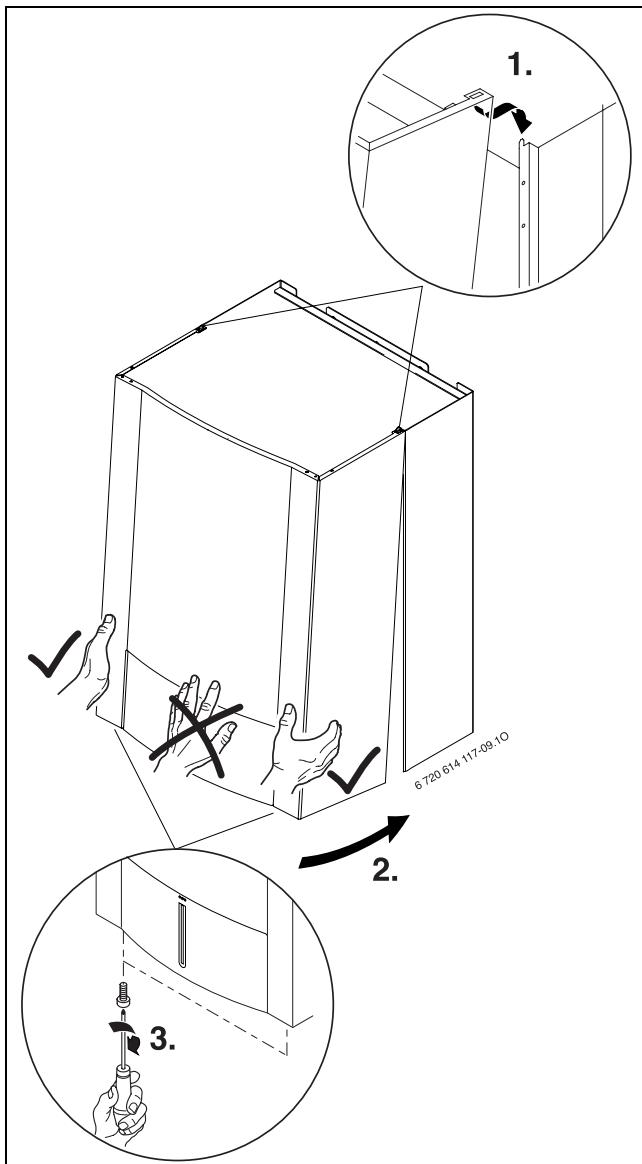

Fig. 18
- ▶ Sæt kabinettet ind foroven, lad det gå i indgreb forned, og fastgør den med den vedlagte skrue, så den ikke kan åbnes af uvedkommende. (→ trin i fig. 18).